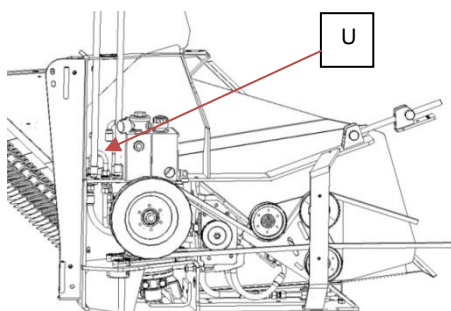

Abb.1
- Die Seitenschutzhaube (A) abschrauben, den senkrechten Stab- die Türangel herausziehen und die Schutzhaube abnehmen (Abb.1)
- Die Verbindung bypass (U) abschrauben – die Röhre in U-Form Abb.1